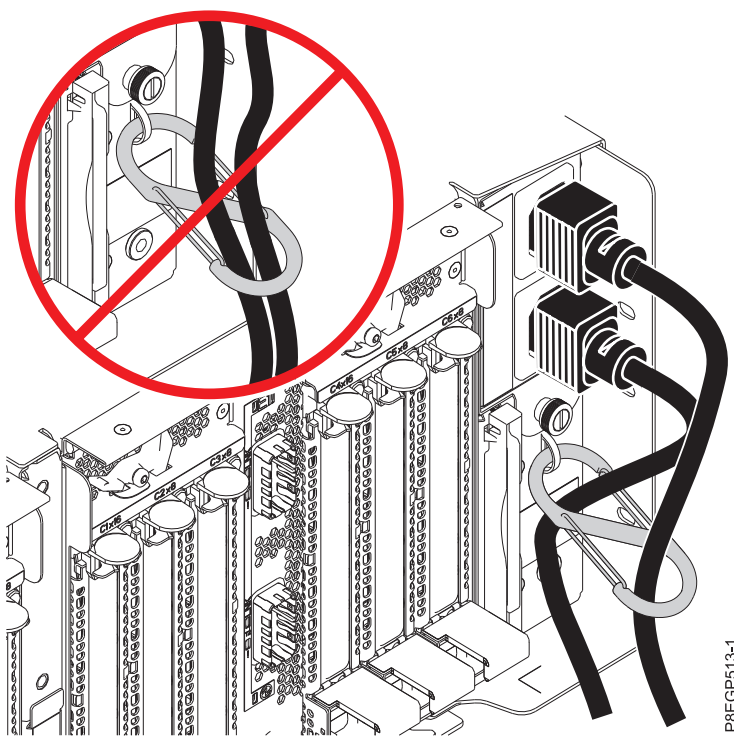

Abbildung 22. Netzkabel durch die S-Karabiner verlegen und an die Stromversorgung anschließen
- b. Verlegen Sie die Netzkabel so durch den S-Karabiner, dass die Kabel das bzw. die PCIe3-Fanoutmodule mit 6 Steckplätzen nicht behindern. Siehe Abb. 22 auf Seite 30.
- c. Schließen Sie das andere Ende der Netzkabel an die Stromversorgung am zu installierenden Einschub für PCIe3-Erweiterungen an. Siehe Abb. 22.